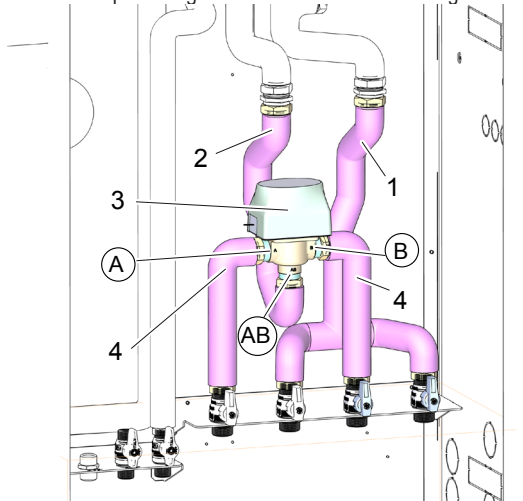

fig. 54 -
- tubazione 3841U200 (part. 1 "fig. 54 -")
- tubazione 3841U180 (part. 2 "fig. 54 -")
- valvola deviatrice (part. 3 "fig. 54 -") avendo cura di montarla con le lettere stampate sul corpo come indicato in "fig. 54 -"
- tubazioni 3841U190 (part. 4 "fig. 54 -")